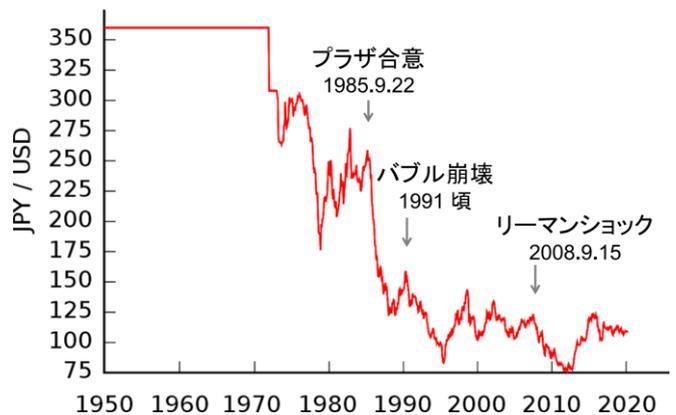

図2. 対ドル為替レートの変遷(円 JPY vs 米ドル USD)
超円高が加速し(図2)、日本の輸出依存型企業は不況にあえいだ。富士通は、他社より一歩先を行くパソコン戦略(1994~2003年)で、当時世界最軽量を誇ったノートPC(FM-CARD)や超小型ワープロ「オアシス・ポケット」を市場に投入し何とか持ちこたえたが(表1-④)、自社の優れた技術を公開しなかったために、オープンアーキテクチャ戦略をとった外国勢に太刀打ちできなくなった。すべての部品からソフトまでを自前で開発・製造する垂直統合方式では時間的・コスト的に不利なのだ。